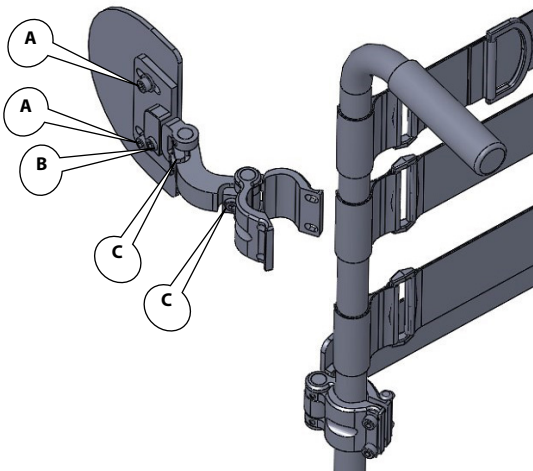

Figure 4
- 1) Installer les mécanismes d'ancrage à la hauteur pré-déterminée en refermant la mâchoire à l'aide d'une clé Allen 4mm. (Figure 4, 5 et 6)